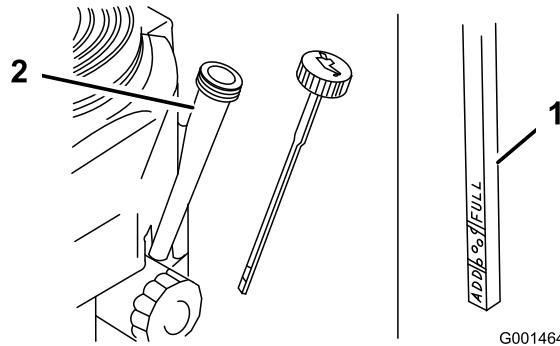

Figura 27
4. Limpie alrededor de la varilla de aceite (Figura 27) para impedir que caiga suciedad por el orificio de llenado y cause daños en el motor.
5. Desenrosque la varilla de aceite y límpie el extremo (Figura 27).
6. Deslice la varilla a fondo en el tubo de llenado, pero no la enrosque en el tubo (Figura 27).
9. Vierta lentamente un 80% aproximadamente de la cantidad especificada de aceite por el tubo de llenado (Figura 27).